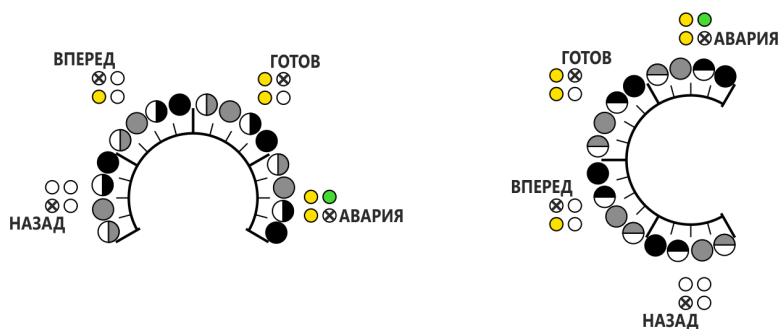

Рисунок 6 Индикация положения потенциометра
1.7.6 Для более точной настройки потенциометров предусмотрен режим индикации положения, который активируется при повороте требуемого потенциометра. 4 больших сектора шкалы отображают 4 светодиода (**НАЗАД, ВПЕРЕД, ГОТОВ, АВАРИЯ**). А 4 зоны внутри каждого сектора разделяются способом индикации светодиода (мерцает вполнакала, горит вполнакала, мерцает в полный накал, горит в полный накал) (см. рис.6).